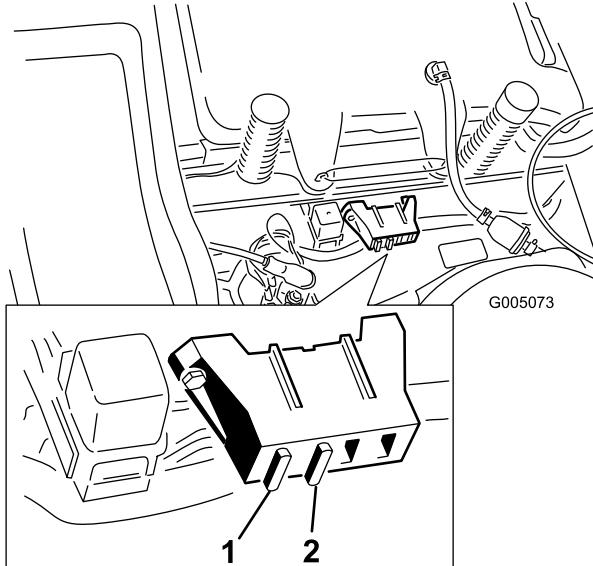

Figura 36
- Levante el asiento para tener acceso al portafusibles (Figura 36).
- Para cambiar un fusible, tire del fusible para retirarlo (Figura 36).